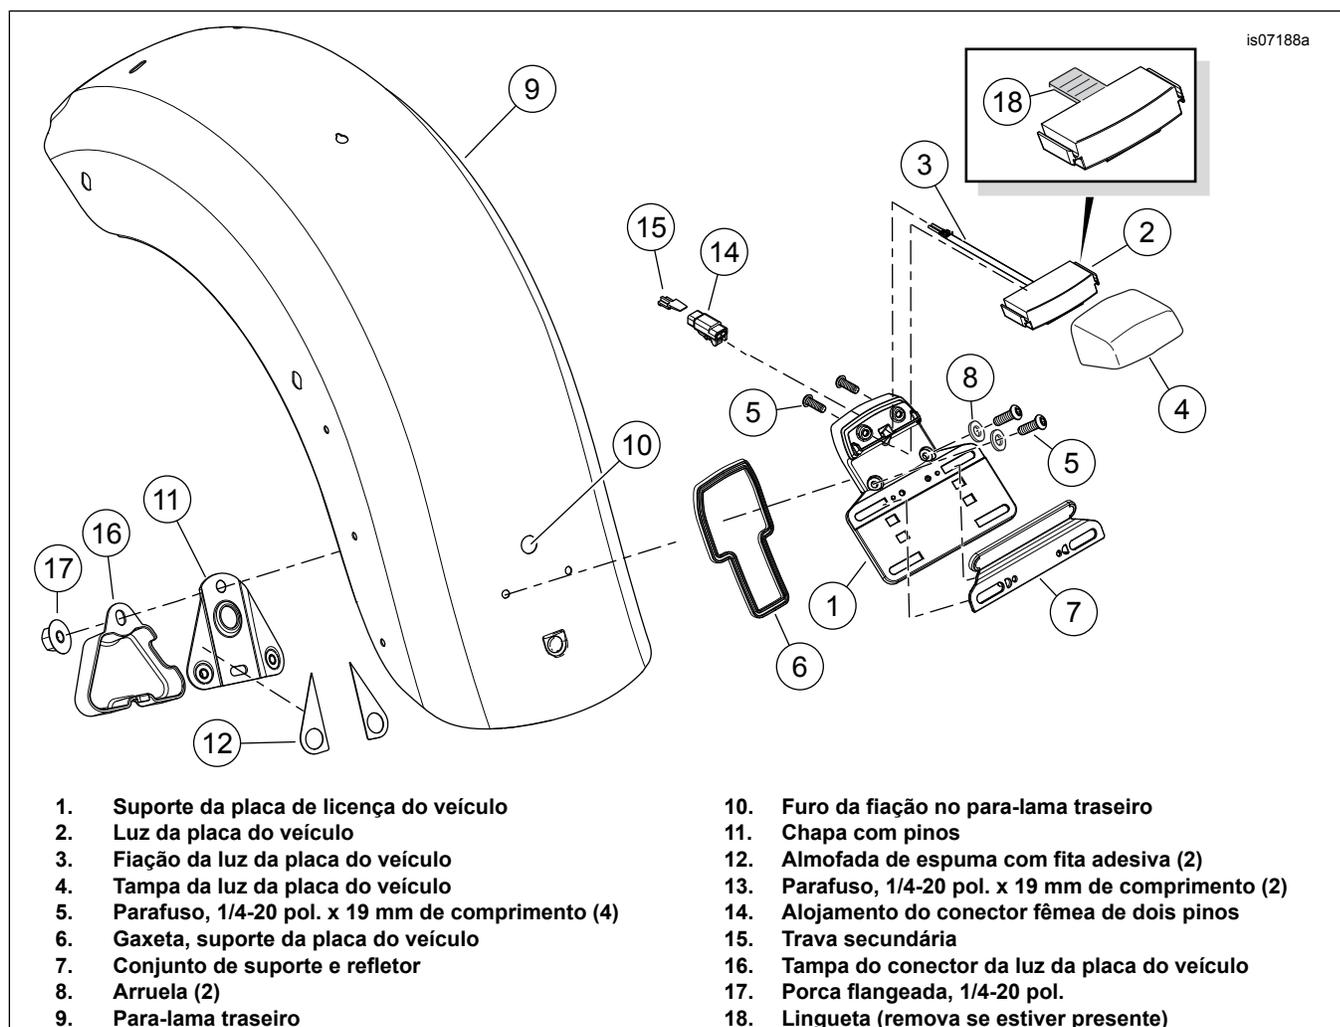

Figura 3. Instalação do suporte e da luz da placa do veículo
Algumas luzes da placa do veículo vêm com uma lingueta (veja a inserção Figura 3, item 18) que impede a instalação. Remova a lingueta antes de prosseguir.
1. Veja a figura 3. Monte a luz da placa (2) e a tampa (4) no suporte da placa do veículo (1).
2. Aperte os parafusos (5).